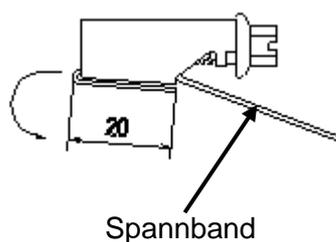

Abbildung 8: Spannbandgehäuse
2. Spannband von der Schraubenkopfseite in das Gehäuse einschieben und einen Überstand von 20 mm um den Sattel biegen (siehe **Abbildung 8**).